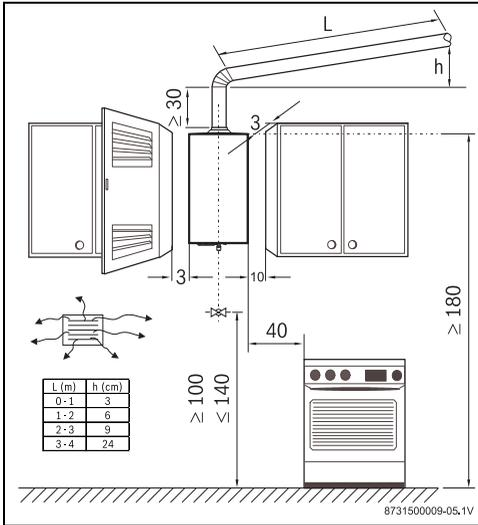

Fig. 16 Separaciones mínimas (en cm)
- Asegurar la accesibilidad en los trabajos de mantenimiento respetando las separaciones mínimas indicadas en la Fig. 16.